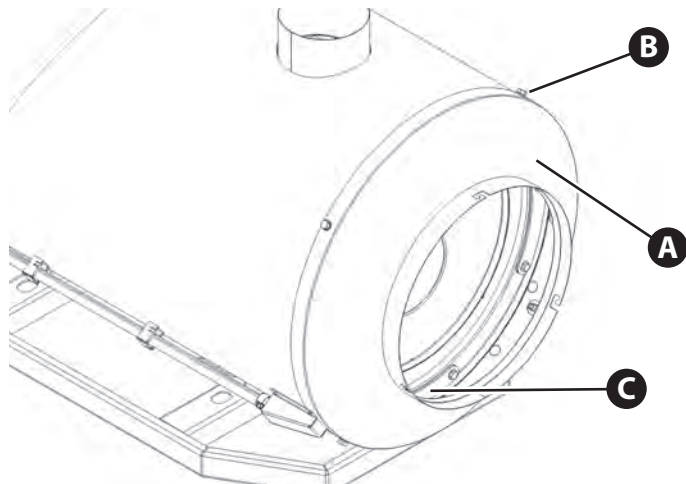

Figure 5.6
1. Enlever le cône de la sortie d'air (A, Figure 5.6) en enlevant les vis (B) qui le retiennent à l'unité de chauffage.
3. Repérer la plaque recourbée (C, Figure 5.6) au bas de la chambre de combustion. Enlever les vis qui retiennent la plaque, et enlever la plaque et le joint.